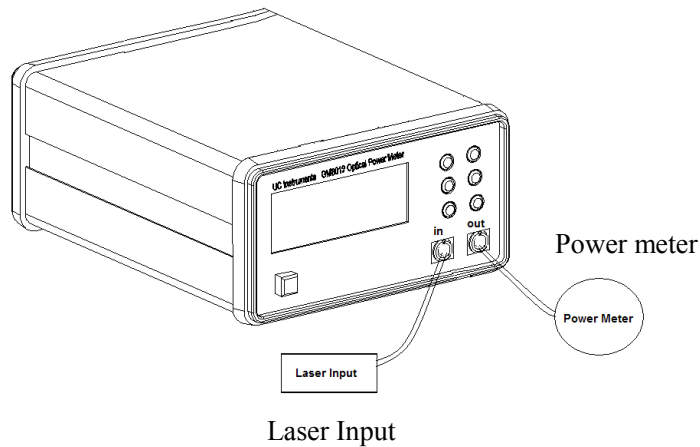

图 7 - GM8040 输入端接入光源，输出端接功率计
- 1 按图 7 方式连接仪器。将光源和功率计的工作波长都设置为 1550nm。